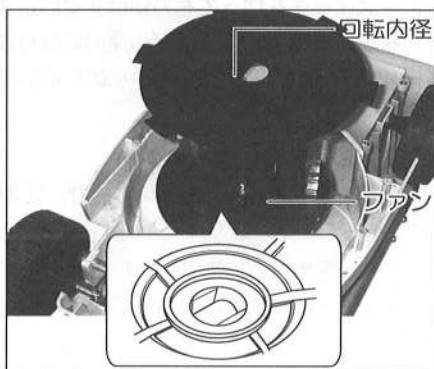

図18
- ①回転刃を裏返してファンに乗せ、ファンの凹円に回転刃の内径をおおよそ合わせてください。(図18参照)